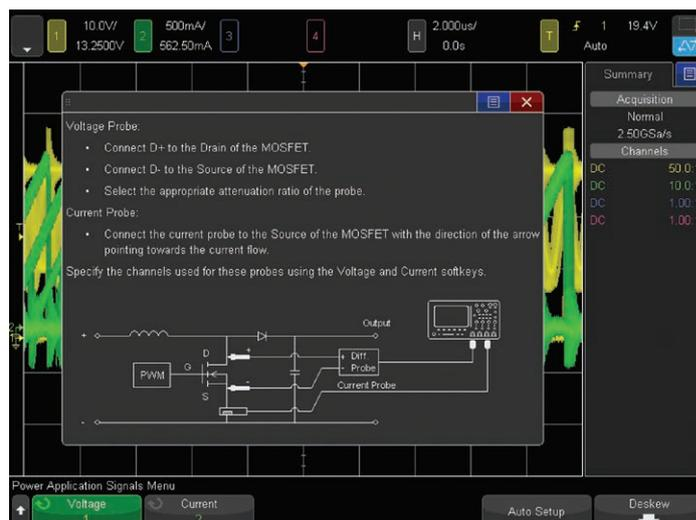

図15: スイッチング損失測定時の接続図
5. N2790A高電圧差動プローブを、図15の画面上の接続図に示すように、オシロスコープのチャンネル1入力から、スイッチングトランジスタのドレイン／コレクター(赤のリード)とソース／エミッター(黒のリード)に接続します。キーサイトのSMPSトレーニングキットを使用する場合は、TP3(赤のリード)とTP4(黒のリード)に接続します。